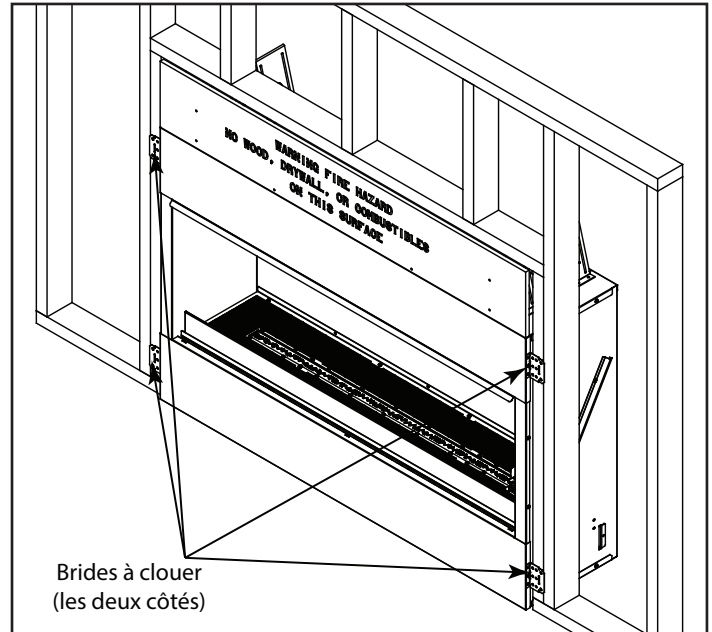

Figure 4.1. Mise en place et fixation des brides à clouer
- Les languettes à clouer doivent être déplacées de la position d'expédition à celle d'installation, pour ensuite fixer à la charpente. Recourbez vers l'extérieur les quatre languettes à clous situées de chaque côté. Voir la figure 4.1.